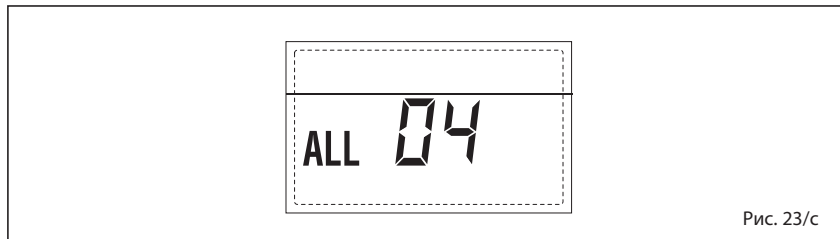

Рис. 23/c
– **НЕПОЛАДКА ДАТЧИКА ОТОПЛЕНИЯ, «ТРЕВ. 05» (рис. 23/d)**